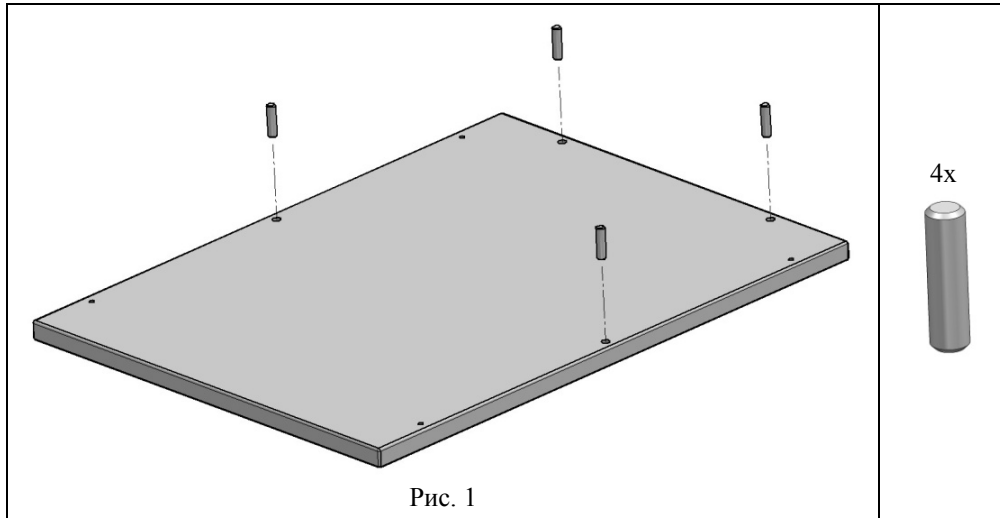

Рис. 1
5.1.1 В плиту верхнюю (поз. 2) вставить шкант мебельный 8x30 дер. (поз. 7, пакет №35а) (см. рис. 1) и вкрутить шток эксцентрика саморез (поз.5, пакет №35а) до упора в плиту верхнюю (см. рис. 1а).
Рис. 1а